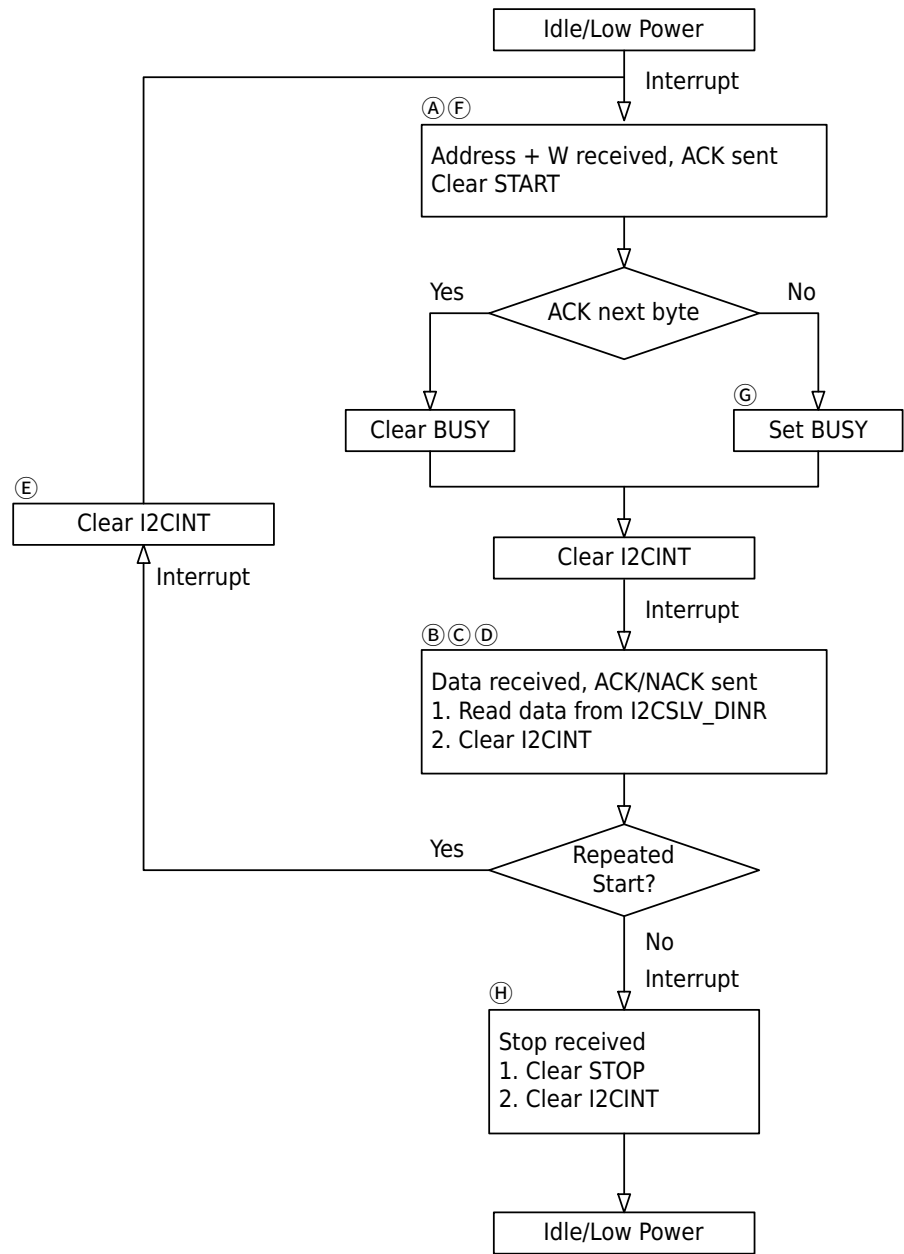

图 23-3 I2C 主机发送从机接收操作流程框图
- 步骤 2.** 地址阶段的 ACK 后会产生中断。本模块自动判断接收数据是否已满，如果已满则将 SCL 拉低，等到软件写 I2CSLV_ICR.I2CINT=0 后才释放；如果软件写 I2CSLV_CR.BUSY=1，则接收完当前数据后不再将 SCL 拉低（即不再响应主机）。软件按图 23-3 执行。